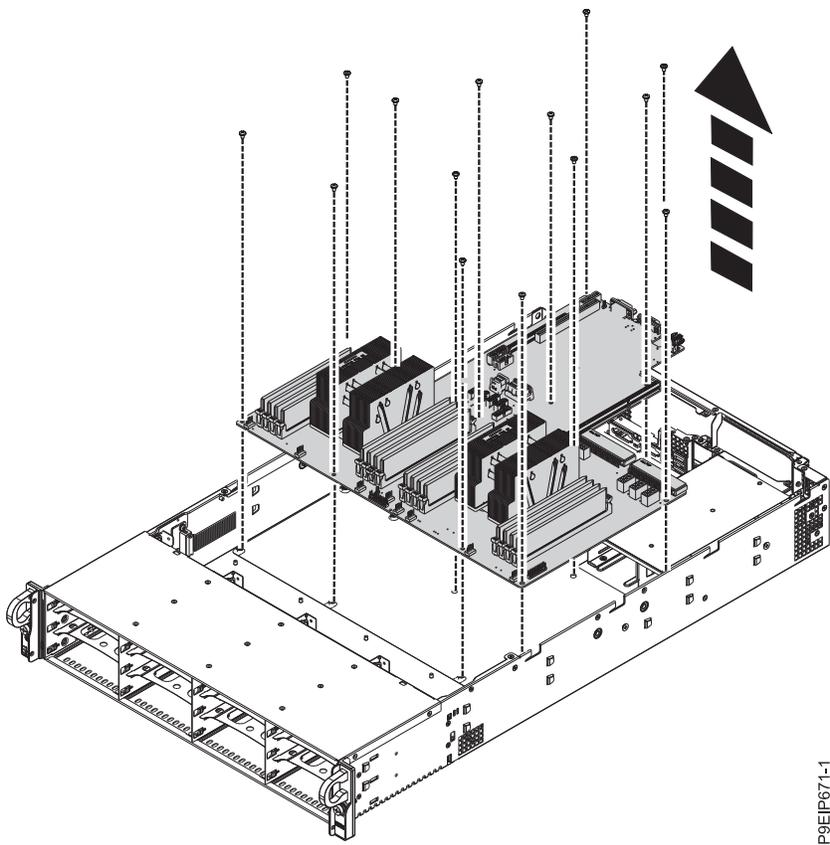

図 68. システム・バックプレーンを持ち上げて外す
12. プロセッサ・ヒート・シンクを手にとって、システム・バックプレーンを慎重に前方に移動し、持ち上げてシャーシから取り外します。 65 ページの図 68を参照してください。